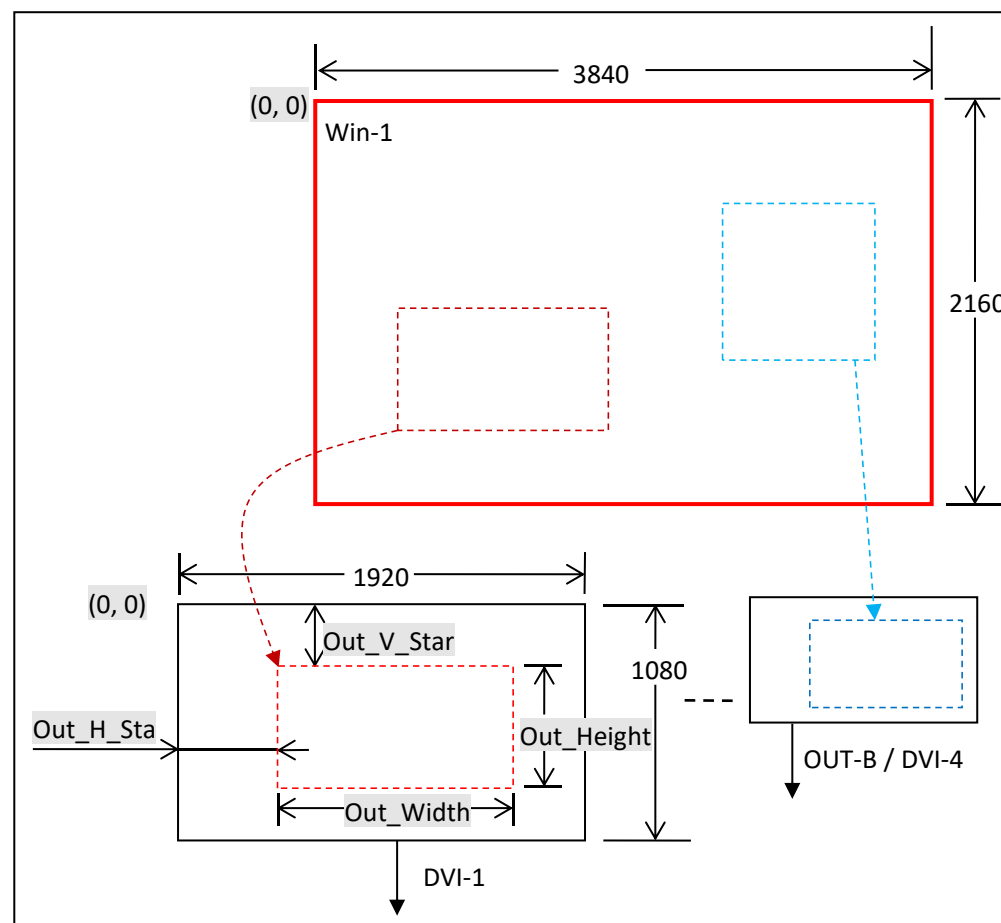

图 4-7
6.1) **A65** 支持 4 路 DVI 输出, 每路 DVI 输出图像的大小位置可以在 **A65** 设置的输出分辨率范围内任意设置。比如, 设置的分辨率为: $1920 \times 1080 @ 60\text{Hz}$, 则每路 DVI 输出图像可在 1920×1080 范围内任意设置大小位置, 如右图 4-7 所示
6.2) 输出图像的大小和位置如右图 4-7 红色虚框所示, 由如下 4 组参数确定: